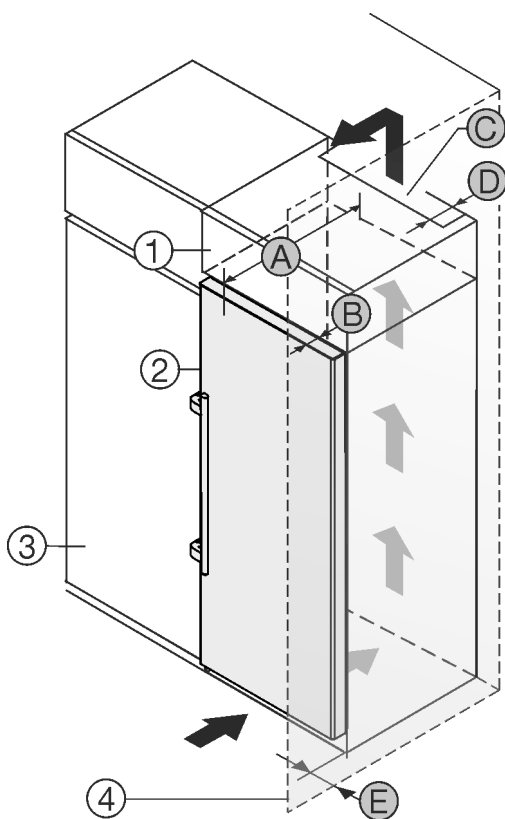

Fig. 2
- (1) Opbouwkast *
- (2) Apparaat *
- (3) Keukenkast *
- (4) Wand *
- (A) Diepte apparaat *
- (B) Diepte deur *
- (C) Ventilatie doorsnede *
- (D) Afstand achterzijde apparaat *
- (E) Afstand tot apparaatzijde *
U kunt het apparaat direct naast de keukenkast *Fig. 2 (3)* opstellen.*
Aan de achterzijde van de opzetkast moet een luchtafvoerkanaal met de diepte *Fig. 2 (D)* over de volledige breedte van de opzetkast aanwezig zijn.*
Onder het plafond moet de ventilatie doorsnede *Fig. 2 (C)* worden aangehouden.*
Als u het apparaat met de scharnieren naast een wand *Fig. 2 (4)* plaatst, moet de afstand tussen het apparaat en de wand minimaal 57 mm bedragen. Dit komt overeen met de uitsteekmaat van de handgreep bij geopende deur.*
Om de deuren volledig te kunnen openen, moet het apparaat overeenkomstig de deurdiepte *Fig. 2 (B)* ten opzichte van het keukenkastfront uitsteken. Afhankelijk van de diepte van de keukenkasten *Fig. 2 (3)* en het gebruik van de wandafstandshouders kan het apparaat verder uitsteken.*